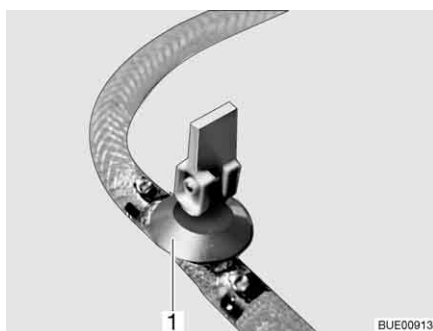
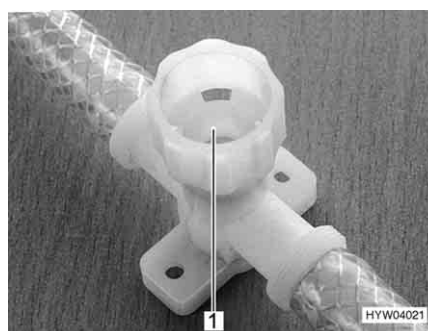

Bild 206 Ablasshahn (mit Kipphebel)
Bild 207 Ablasshahn (mit Drehkappe)
- Alle Ablasshähne schließen. Dazu den Kipphebel des Ablasshahns (Bild 206, 1) waagrecht stellen oder die Kappe des Ablasshahns (Bild 207, 1) im Uhrzeigersinn drehen.